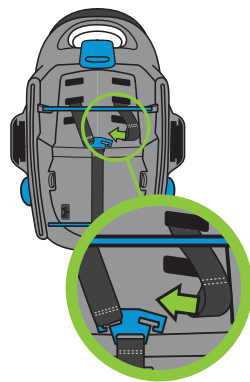

Figure 8
- Tenez la chape en métal du harnais argentée bien droite en vous assurant qu'il n'y a pas de torsion dans la sangle de réglage du harnais et faites glisser l'extrémité de la boucle de chaque sangle de harnais d'épaule dans la fente de la chape en métal du harnais, en veillant à ce que chaque sangle soit complètement à l'intérieur de la fente, comme indiqué à la **Figure 8**.